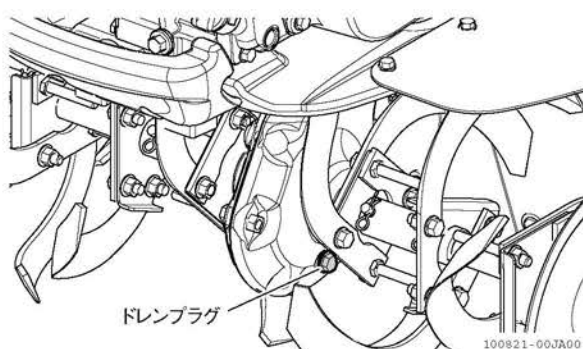

図 4-20 交換のしかた
2. 爪軸を外し、ミッションケースの下部にあるドレンプラグの下に、古いミッションオイルを受ける容器を置きます。(図 4-20)